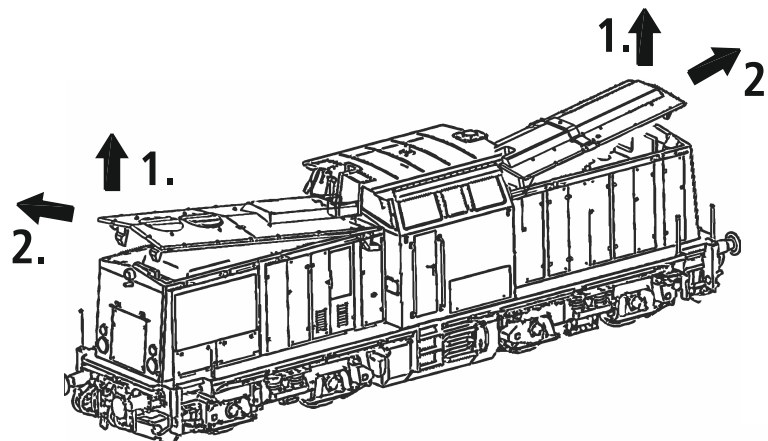

Fig. 3
**2. Schmierung:** Zuerst das Lokgehäuse abnehmen (Fig. 3). Versehen Sie die im Schmierplan in Fig. 5 gekennzeichneten Stellen mit nur kleinen Öltropfen. Wir empfehlen den ROCO Öler Art.-Nr. 10906. Fürs Schmieren der Getriebeteile (Zahnräder, Schnecke) empfehlen wir das ROCO-Spezialfett Art.-Nr. 10905. Im Falle der Schmierung diese Teile nicht ölen.
see } Fig. 3